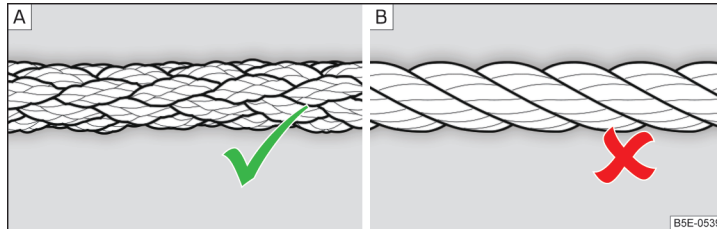

Abb. 345 Geflochtenes Abschleppseil / Gewundenes Abschleppseil
Zum Abschleppen mittels eines Abschleppseils nur ein geflochtenes Kunstfaserseil » Abb. 345 - [A] verwenden » !.
- Zum Abschleppen ist kein gewundenes Abschleppseil zu verwenden » Abb. 345 - [B], die Abschleppöse könnte sich am Fahrzeug herausdrehen - es besteht Unfallgefahr.